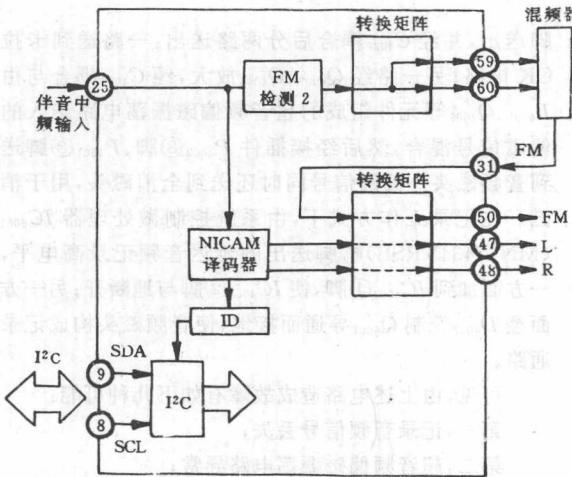

图 9 解调模块信号流程
②FM+NICAM 工作方式:如表 7 所示,在音频多重方式中选择了 NICAM 制式时,集成电路内部的解调模块中的信号流程如图 9 所示。注:(方框图中表示 NICAM 立体声,在 IMONO 和 IIMONO 方式时信号通路是相同的)。